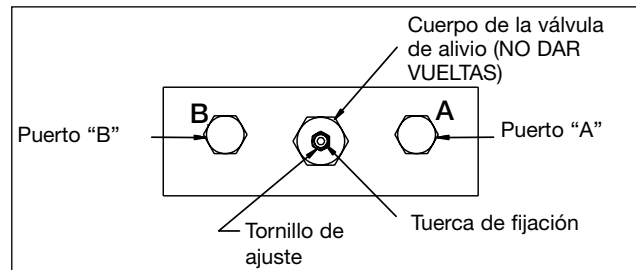

Figura 9
- Instalar un manómetro 0-6.000 psi [0-413 bar] (0-41,36 MPa) en el puerto “A” (véase la figura 9). Colocar un tapón rosca tubo de 3/8” (10 mm) en el puerto “B” y apretarlo a 25 lb-pie (34 Nm).